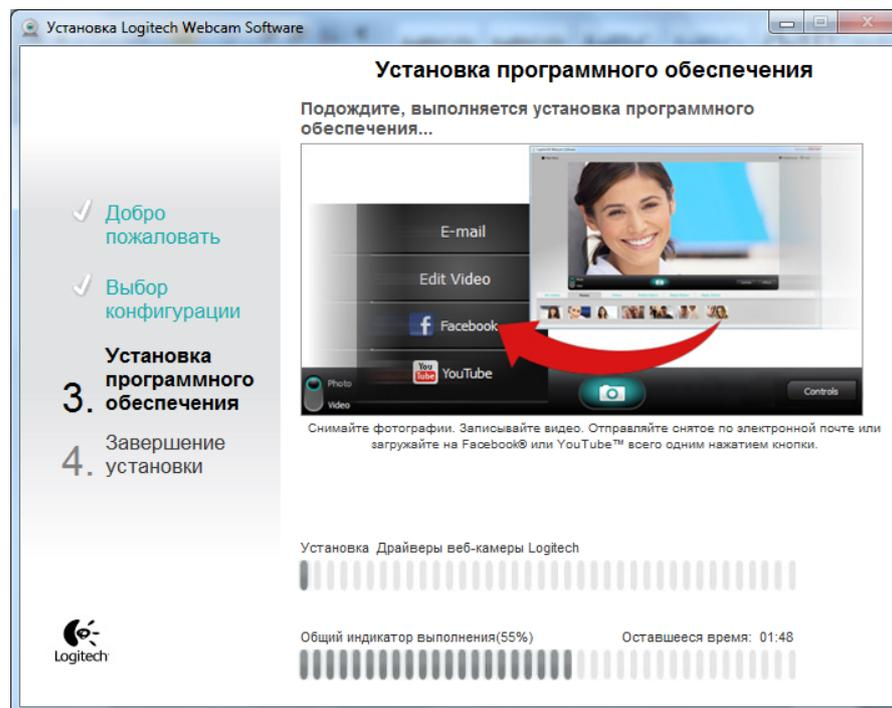

Рисунок 15.5
5. Подождать пока драйвера устанавливаются (Рисунок 15.5)